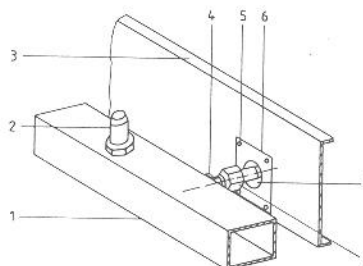

Abb. 9
- Eingebaute Erdgasdüsen unter Verwendung neuer CU-Dichtringe gegen Stadtgasdüsen austauschen (Abb. 9).
- Eingebaute Flüssiggasdüsen unter Verwendung neuer CU-Dichtringe gegen Erdgasdüsen austauschen (Abb. 9).
- Eingebaute Stadtgasdüsen unter Verwendung neuer CU-Dichtringe gegen Erdgasdüsen austauschen (Abb. 9).
- U-Rohr Manometer auf Messnippel des Gasverteilerrohres aufstecken (Abb. 9, Pos. 2).